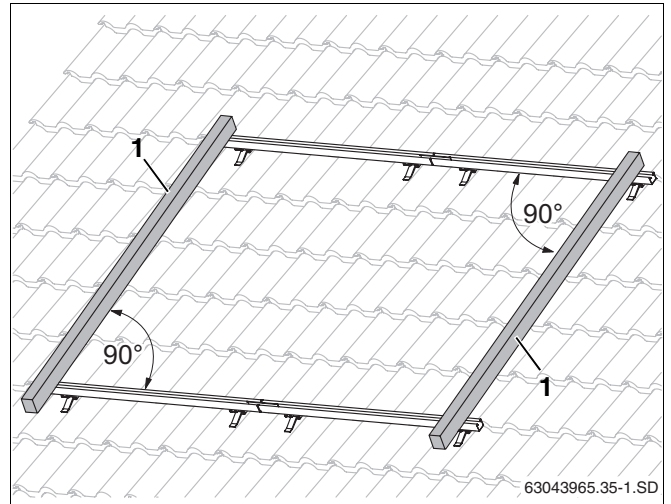

Abb. 33 Profilschienen ausrichten
- Die oberen und unteren Profilschienen seitlich in einer Flucht zueinander und jeweils waagrecht ausrichten (Abb. 33, Wasserwaage benutzen).
Messen Sie die Diagonalen oder legen Sie z.B. eine Dachlatte (Abb. 33, **Pos. 1**) an die Enden der Profilschienen. Der Winkel zwischen Dachlatte und Profilschiene muss 90° betragen. Richten Sie die Profilschienen über die Langlöcher aus.